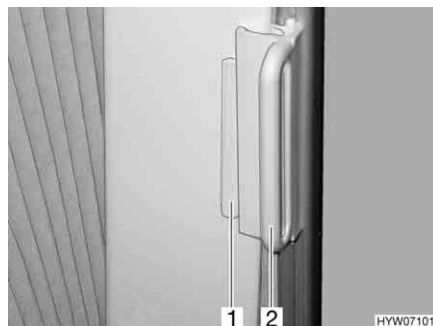

Fig. 70 Tendina oscurante pieghevole, aperta
- Aprire le tendine oscuranti pieghevoli per il finestrino del guidatore e del passeggero e spingerle nell'impugnatura della guida degli oscuranti (Fig. 70,2) sul sopralzo (Fig. 70,1).